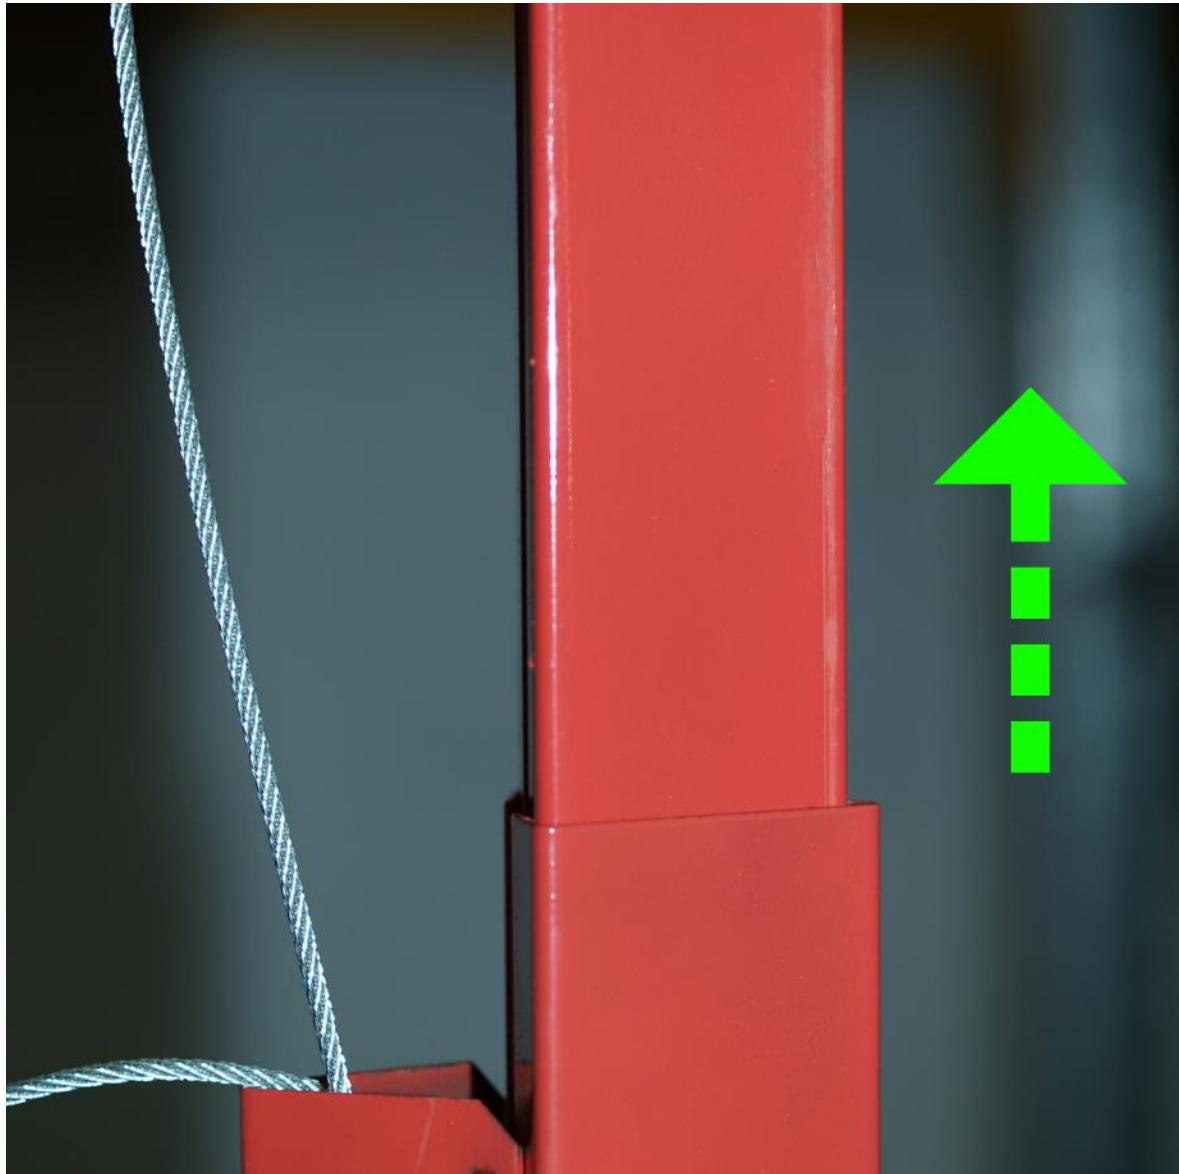

Figure 3
5. Retirez la barre télescopique soigneusement vers le haut (Fig. 3).